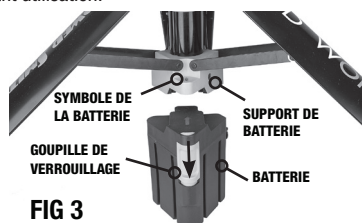

FIG 3
## INSTALLATION ET RETRAIT DE LA BATTERIE (FIG 3)
**Pour retirer la batterie de la lampe :** faites glisser la goupille de verrouillage de la batterie vers le bas, puis retirez la batterie comme indiqué à la FIG 3.
**Pour installer le module batterie :** à partir du côté portant le symbole de la batterie, faites-le glisser à fond dans son support de batterie jusqu'à ce qu'il s'enclenche d'un clic, comme illustré à la figure 3. Tirez légèrement sur la batterie pour l'est verrouillé en place et ne tombera pas accidentellement.